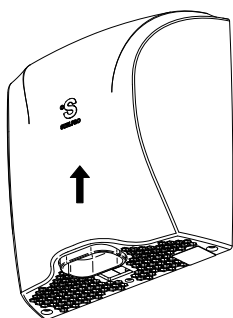

FIG. 5
5. Pousser le couvercle vers le mur et glisser vers le haut. (FIG. 5)
- Dévisser les deux vis et détacher le tunnel supérieur. (FIG. 5)